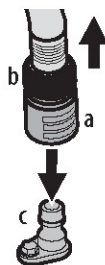

Figure 29
3. Tirez sur le collier d'arrêt (a) de l'adaptateur (b) pour retirer l'adaptateur (b) de l'embout du système de nettoyage du plateau de coupe (c). Relâchez le collier d'arrêt pour fixer l'adaptateur sur l'embout du système de nettoyage. Voir Figure 29.